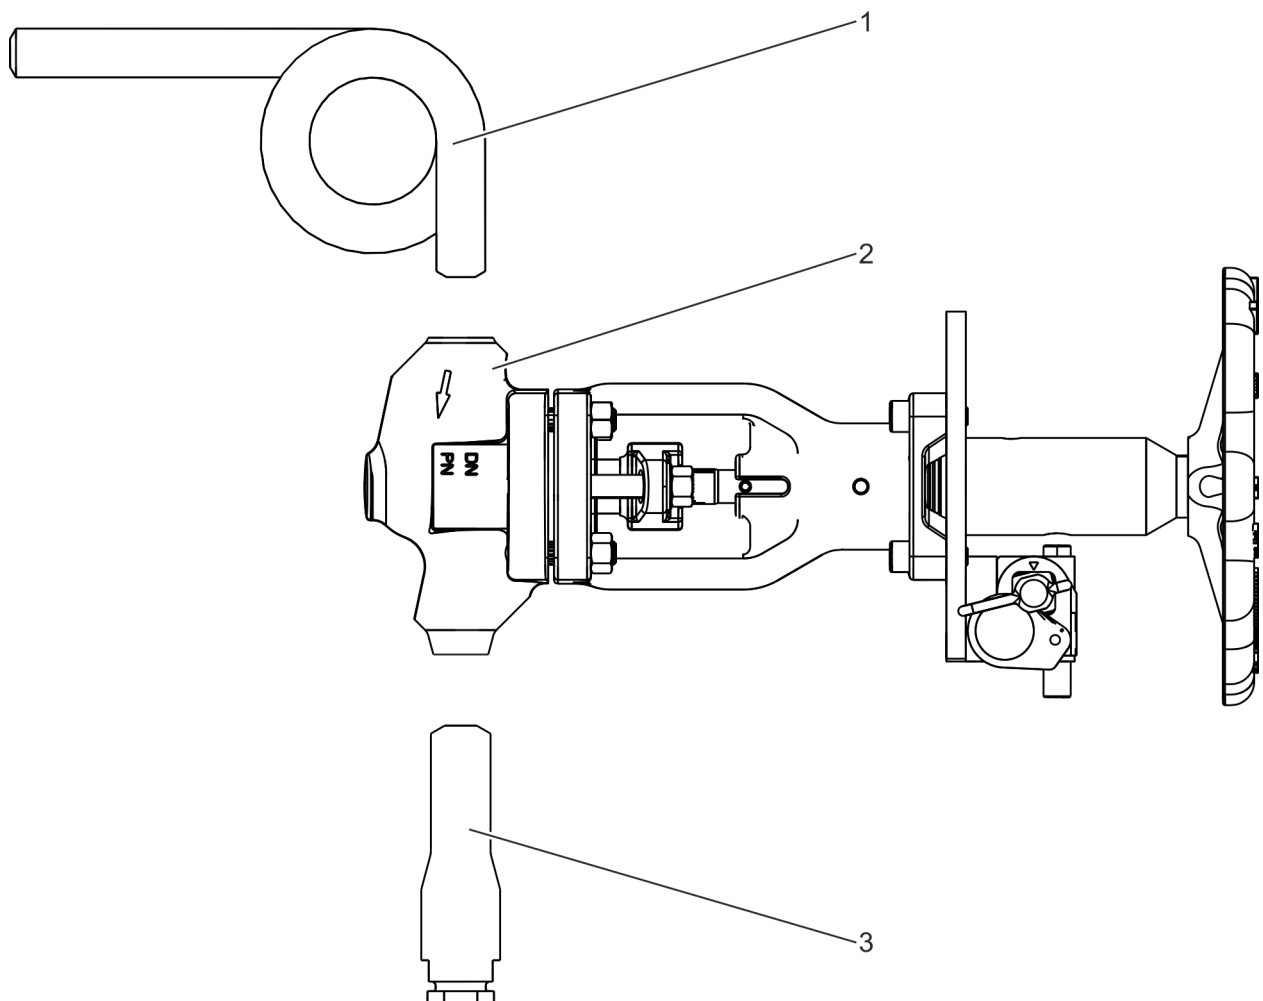

Abb. 1: Bestandteile der Überdrucksicherung
- Wassersackrohr (Abb. 1/1),
- Absperrventil (dargestellt: HD 2000) (Abb. 1/2) und
- Ventilkörper (Abb. 1/3).